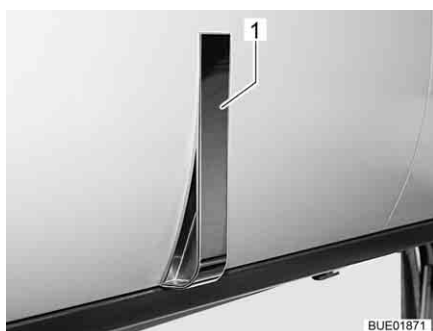
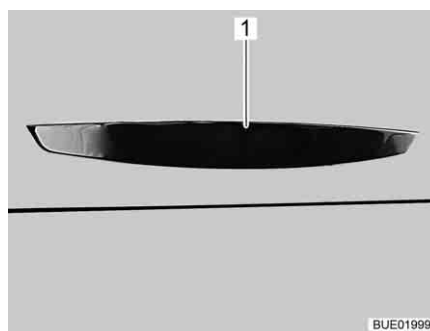

Fig. 41 Abattant de placard avec poignée (exemple)
Fig. 42 Abattant de placard avec poignée (alternative)
- Tirer sur la poignée (Fig. 41, 1 ou Fig. 42, 1) jusqu'à ce que l'abattant de placard s'ouvre.